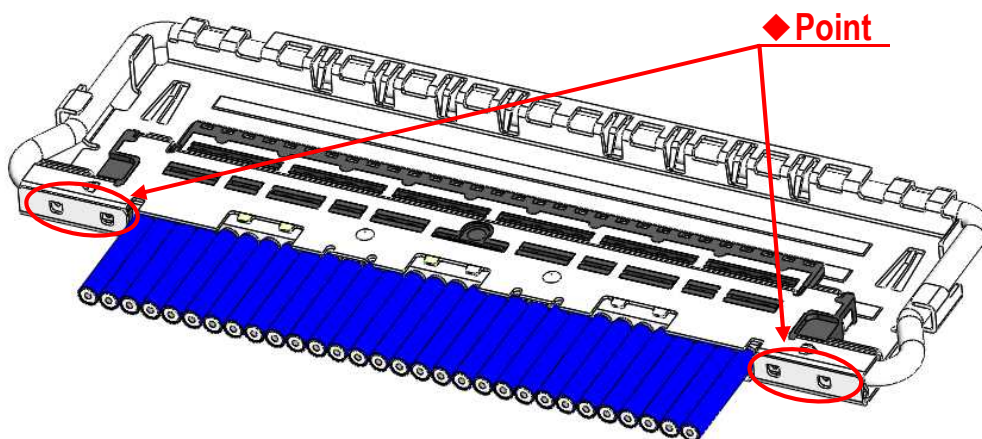

図 14. SHELL-A 及び SHELL-B 半田付け箇所
- ⑤SHELL-A と SHELL-B を半田コテにて全箇所半田付けすることを推奨する。 (図.14◆部)